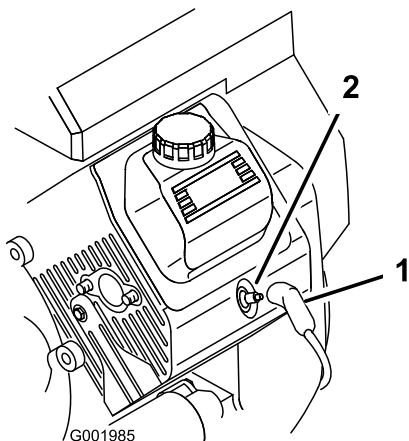

図 44
3. 点火プラグのコードが抜けているのを確認する図 44。
3. 点火コードを取り付ける図 44。